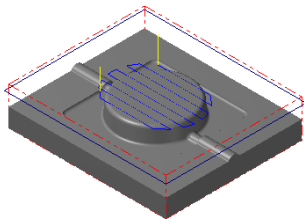

图 12.16 刀具路径
(1) 设置曲面参数。在“曲面精加工平行铣削”对话框中单击 **曲面参数** 选项卡，然后在 **进给下刀位置** 文本框中输入 5，在 **加工面预留量** 文本框中输入 0。
(2) 设置精加工平行铣削参数。在“曲面精加工平行铣削”对话框中单击 **精加工平行铣削参数** 选项卡。然后在 **大切削间距 (M)** 文本框中输入值 8.0。
(3) 单击 **间隙设置 (G)...** 按钮，在系统弹出的“刀具路径的间隙设置”对话框中的 **切线的长度** 文本框中输入 10.0。单击 **✓** 按钮，系统返回至“曲面精加工平行铣削”对话框。
Step7. 单击“曲面精加工平行铣削”对话框中的 **✓** 按钮，同时在图形区生成图 12.16 所示的刀具路径。